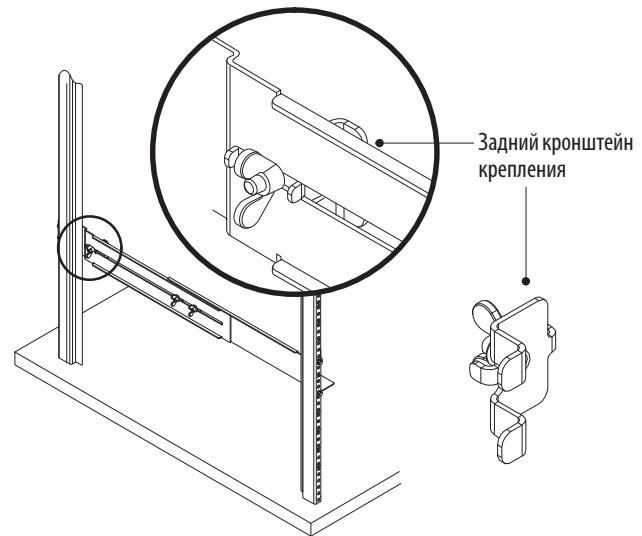

Рисунок 16. Закрепление задней части EBM
12. Присоедините задние кронштейны крепления к направляющей и задвиньте кронштейны в слоты на задней панели EBM (см. рисунок 16).